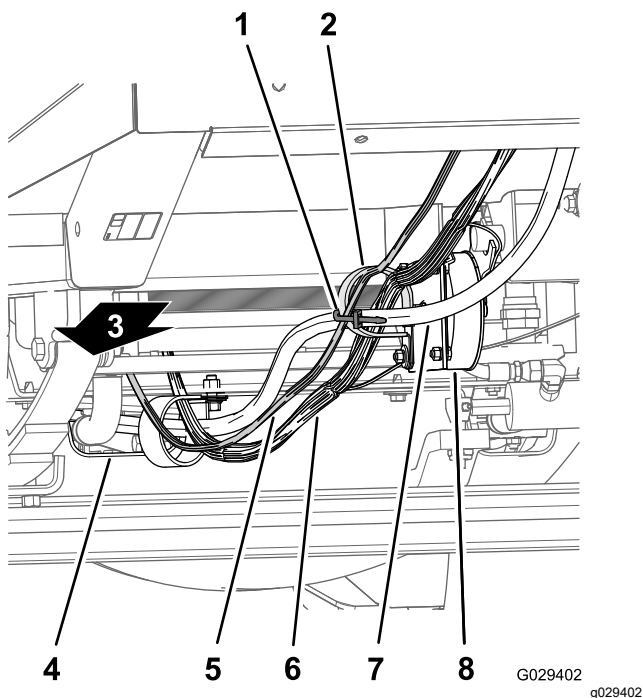
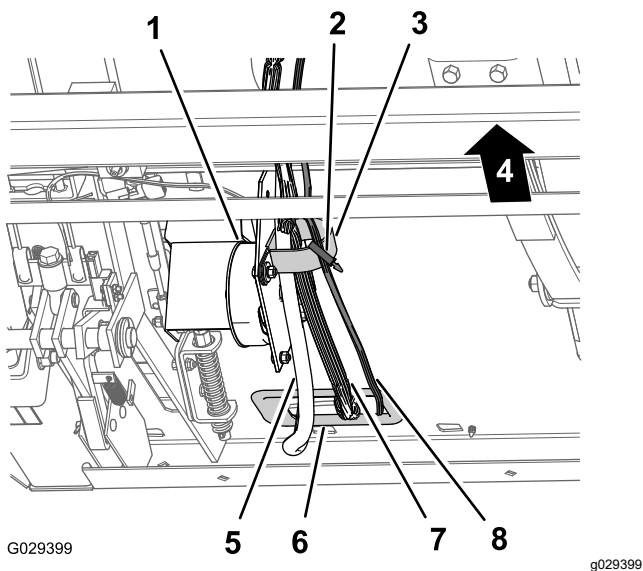

Figure 13
Figure 14
- Acheminez la branche tableau de bord de 240 cm du faisceau de câblage le long du faisceau et des flexibles de direction de la machine (sous le radiateur), à travers le collier en R au bas du support de radiateur et à travers le collier en R sur la bobine de commande de vitesse de déplacement (Figure 13 et Figure 14).
- Acheminez la branche tableau de bord de 240 cm du faisceau de câblage vers le collier en R sur la bobine de commande de vitesse de déplacement (Figure 13 et Figure 14).